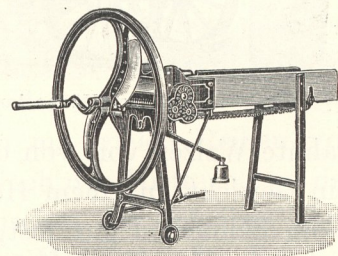

Fig. 869. Häckselmaschine (Scheibenradfutterschneider) von H. Lanz, Mannheim.
1. Die *Schneidevorrichtung* besteht aus Messern, die an dem Mundstück der Lade scharf vorbeigehen. Entweder sind 1, 2 oder 3 Messer in ein Schwungrad gesetzt, um dessen Achse sie gedreht werden (*Scheibenradfutterschneider*, Fig. 869); ihre Schneiden müssen in einer geraden